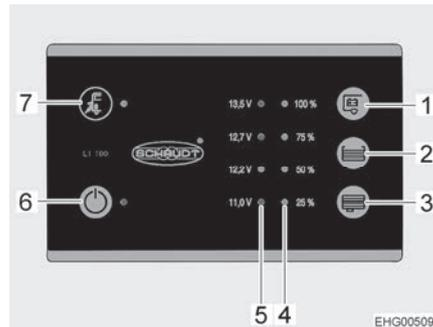

Fig. 65 Panneau de contrôle (LT 100)
La DEL jaune près du symbole de raccordement électrique "⚡" (Fig. 65,7) est allumée quand le véhicule est raccordé à une tension réseau externe. La DEL reste allumée quand le panneau de contrôle est éteint.
L'interrupteur principal 12 V (Fig. 65,6) établit ou coupe le panneau de contrôle et l'alimentation 12 V de la cellule.
- Appuyer sur l'interrupteur "⏻" (Fig. 65,6) : L'alimentation 12 V de la cellule est assurée. La DEL s'allume en vert.
- Appuyer de nouveau sur l'interrupteur "⏻" (Fig. 65,6) : L'alimentation 12 V de la cellule est coupée. La DEL s'éteint.
L'échelle DEL (Fig. 65,5) indique la tension de la batterie de cellule comme suit :
- Appuyer sur la touche "  " (Fig. 65,1) : La tension de la batterie de cellule est affichée.
L'échelle DEL (Fig. 65,4) indique le niveau de remplissage du réservoir d'eau fraîche ou de celui d'eaux usées.
Appuyer sur la touche "☰" (Fig. 65,2) : Le niveau de remplissage du réservoir d'eau fraîche est indiqué par les DEL allumées.
Appuyer sur la touche "☷" (Fig. 65,3) : Le niveau de remplissage du réservoir d'eaux usées est indiqué par les DEL allumées.